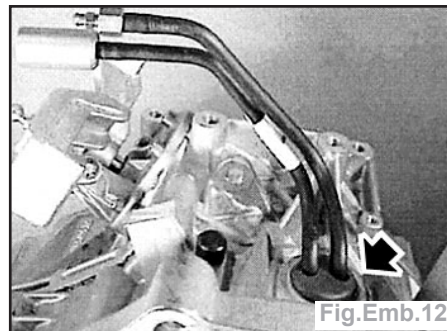

Fig.Emb.12
- Dégager la virole maintenant les tuyaux d'embrayage (Fig.Emb.12).